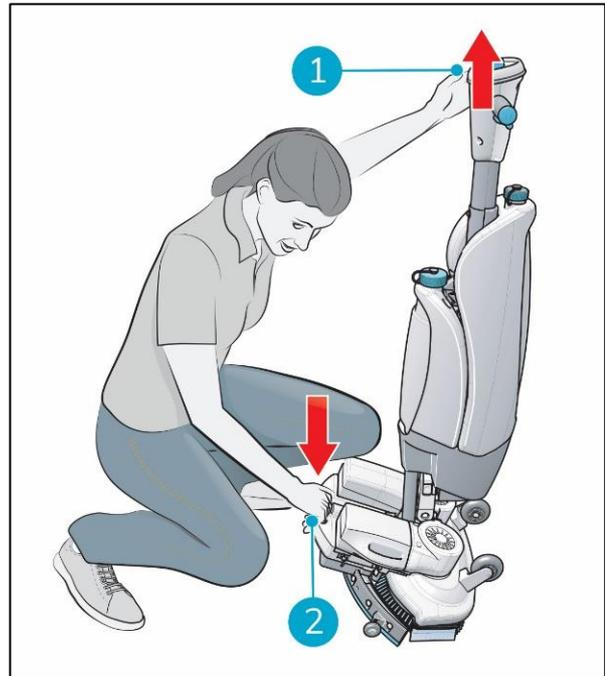

Figure 15
1. Accroupissez-vous en tenant fermement le plateau de lavage d'une main (Figure 15, pos 2).
2. Pousser la poignée vers l'avant avec l'autre main (Figure 15, pos 1).